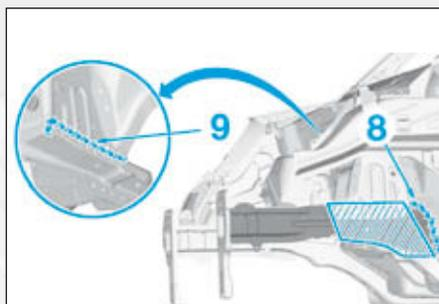

FIG.36
- un mastic d'étanchéité indice "A4" en (8) et (9) (Fig.36),